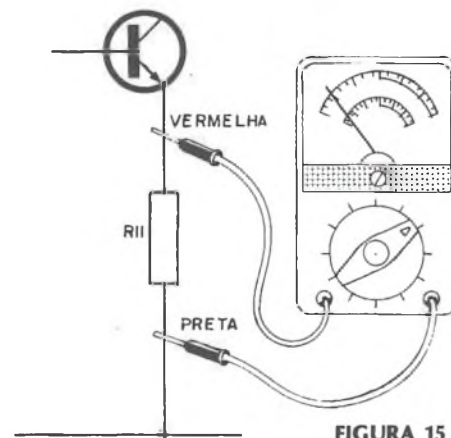

FIGURA 15
b) Não há sinal algum de FM. Neste caso o problema certamente está na etapa de RF. Meça a tensão no ponto 3 com o seu multímetro. A tensão neste local deve ser da ordem de 1V. Para medir esta tensão ligue a ponta de prova preta de lado do negativo do resistor R11 e a vermelha do lado que vai ao emissor do transistor, no mesmo resistor, conforme mostra a figura 15.